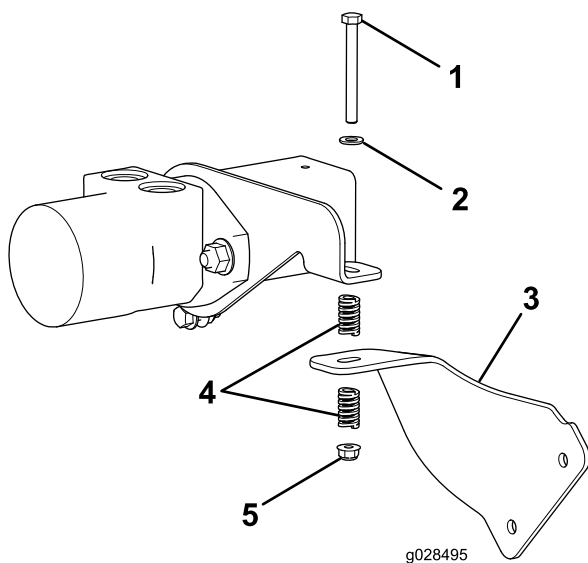

Figura 2
3. Prenda o suporte antirrotação ao suporte do motor com um perno com cabeça de flange (5/16 x 3 polegadas), uma anilha plana, 2 molas de compressão e uma porca de bloqueio flangeada (5/16 pol.), conforme indicado na Figura 2.